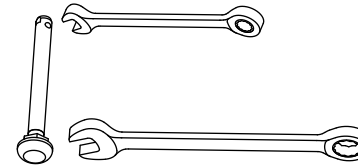

Figure 17.2
- 1 À l'aide d'une clé à fourche de 7/16 po, maintenez solidement l'extrémité avec bille de blocage de l'essieu. (Voir la figure 17.2)